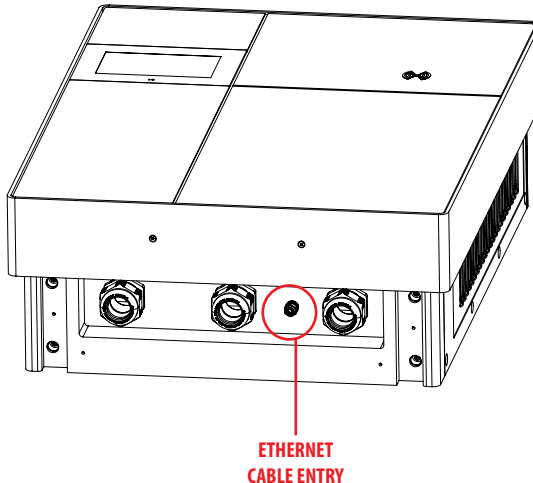

Bild 19: EINGANG FÜR DAS ETHERNET-KABEL
- Stecken Sie es in den LAN-Router-Ethernet-Port. Siehe Bild 19 und 20.